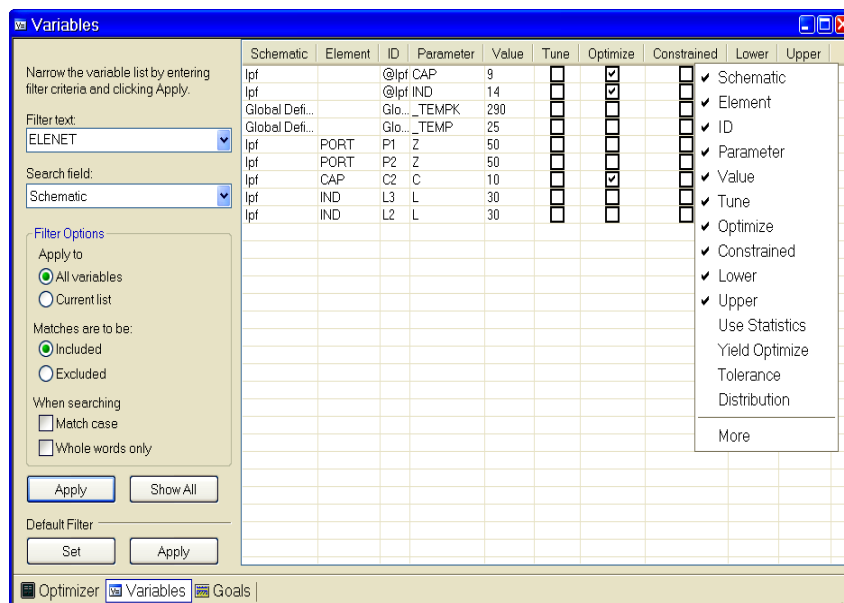

Рис. 3.18
- В данном случае мы не накладываем никаких ограничений на значения переменных и параметров элементов, изменяемых в процессе оптимизации. В тоже время на практике часто желательно ограничить пределы возможных изменений параметров, например, чтобы не получить нереализуемые значения размеров топологии. Чтобы ограничить пределы изменения значений переменных и параметров элементов, отметьте столбец **Constrained** (Ограничить). В столбце **Lower** (Нижний) введите нижний допустимый предел изменения параметра, а в столбце **Upper** (Верхний) введите верхний допустимый предел изменения параметра. Если этих столбцов нет в окне **Variables**, щёлкните правой кнопкой мышки по строке имён столбцов в верхней части окна и в открывшемся дополнительном окне отметьте **Constrained**, **Lower** и **Upper**. На рис. 3.18 показано окно **Variables** с открытым дополнительным окном для установки недостающих столбцов или для удаления ненужных столбцов.
- Окно **Variables** рис. 3.18 можно использовать и в качестве альтернативного способа назначения переменных и параметров для настройки или для статистического анализа и статистической оптимизации.
окна. Откроется вкладка **Variables** (рис. 3.18), в которой перечислены все переменные и параметры элементов с указанием схемы, к которой они относятся. Обратите внимание, в столбце **Element** указывается тип элемента (в данном случае ёмкость или индуктивность), а в столбце **ID** (Идентификатор) указывается идентификатор (т.е. имя элемента) на схеме. Для переменных в столбце **Schematic** указывается имя схемы, к которой отно-